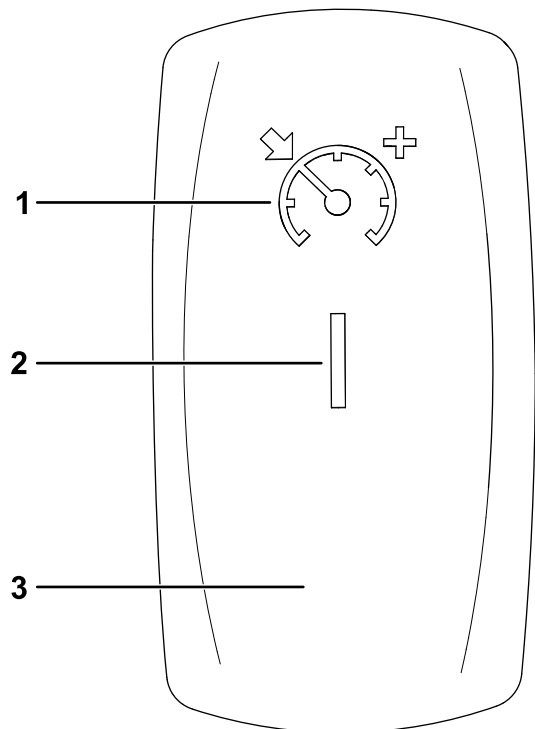

Figure 84
1. Placez la commande du régulateur de vitesse à la position ACTIVÉE (Figure 84).
2. Lorsque vous roulez à la vitesse souhaitée, appuyez sur le haut de la commande du régulateur de vitesse pour activer/programmer le régulateur de vitesse (Figure 84).
Pour augmenter la vitesse programmée sur le régulateur de vitesse, appuyez sur le haut de la commande jusqu'à ce que la vitesse voulue soit atteinte (Figure 84).
Pour désactiver le régulateur de vitesse, appuyez sur le bas de la commande (position DÉACTIVÉE) (Figure 84).